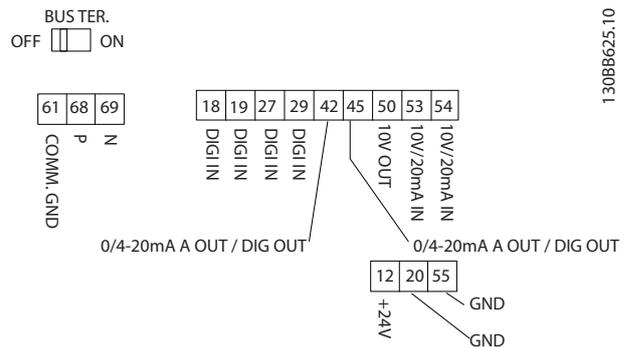

Abbildung 3.23 Steuerklemmen
*Abbildung 3.23* zeigt alle Steuerklemmen des Frequenzumrichters. Durch Anlegen eines Startbefehls (Klemme 18), die Verbindung von Klemme 12-27 und einen Anlagensollwert (Klemme 53 oder 54 und 55) wird der Frequenzumrichter in den Betriebszustand versetzt.